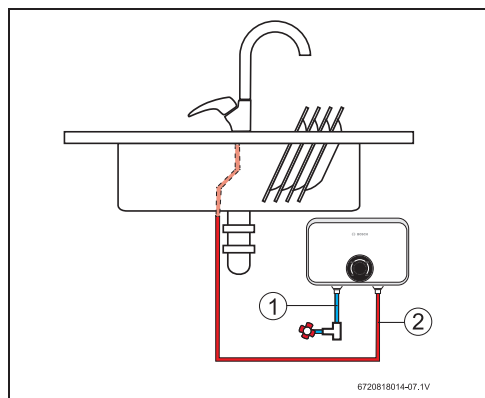

Fig. 21 Ejemplo de instalación
- ▶ Móntese sólo como se muestra en Fig. 21 con las conexiones de agua situadas en la parte inferior. Recuerde que debe mantener la longitud de tubería de agua caliente al mínimo, a fin de ahorrar energía.